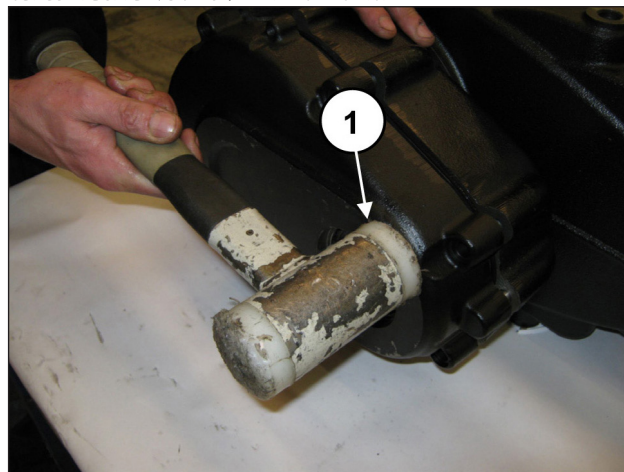
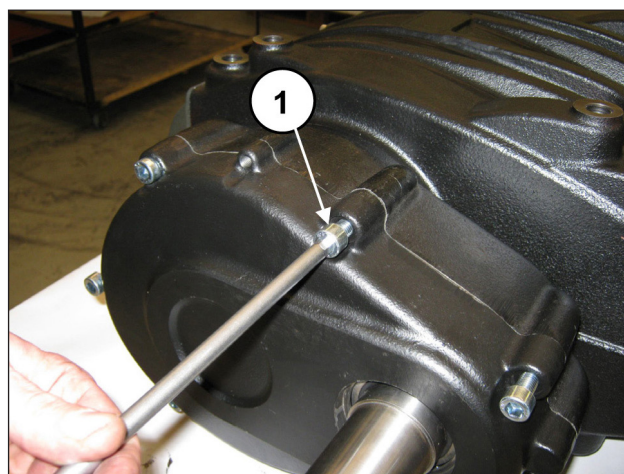

图 89
图 90
安装减速机盖，可使用锤子（位置①, 图 89）并通过7个 M10x40螺丝固定（位置①, 图 90）。